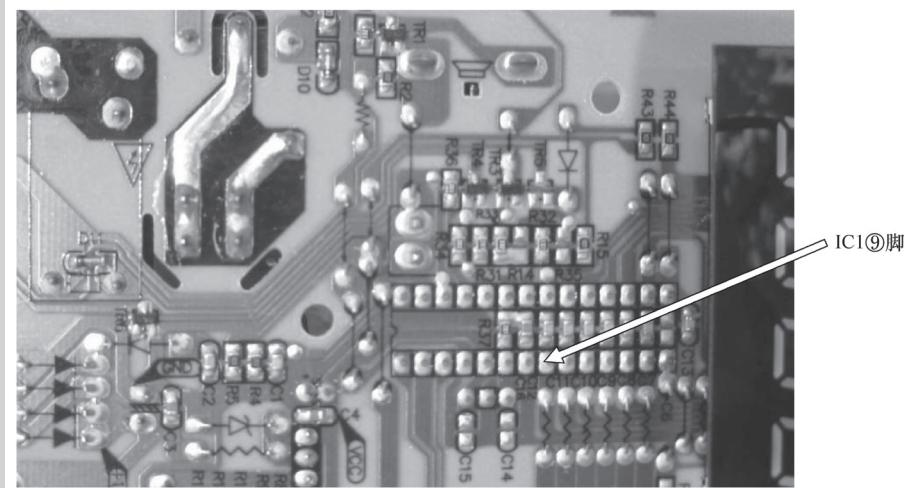

图 4-36 印制电路板
检查与分析：首先检查 +5V 电压正常，+12V 电压也正常（此处检查如前文所述）。但检查 IC1（SN8P2604KB）⑨脚时，发现有 2.1V 左右电压，其印制电路板如图 4-36 所示。